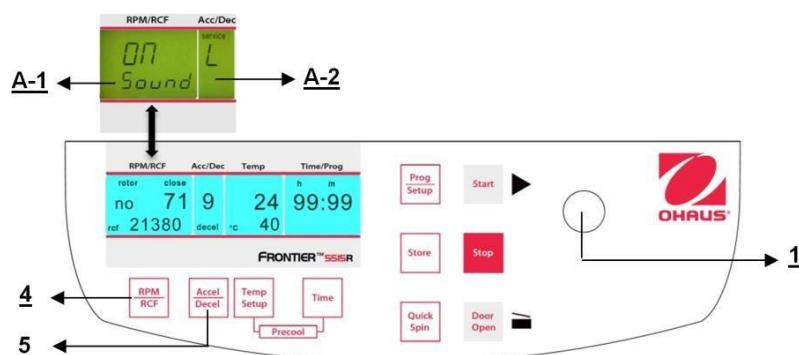

Figure. 35
Poursuivre conformément à la description du paragraphe 4.1.1 pour entrer dans ce mode de programme et appuyer ensuite sur la touche "**Accel/Decel**" (5). Sur l'affichage "**Acc/Dec**" (A-2), le mot "**Service**" clignote. Sélectionner maintenant la lettre "**L**" avec le bouton de réglage (1). Ceci entraîne l'apparition des mots "**On Sound**" sur l'affichage "**RPM | RCF**" (4). En appuyant maintenant sur la touche "**RPM | RCF**" (4), le mot "**On**" clignote et il devient possible de couper le son avec le bouton de réglage (1) (voir la figure 35).